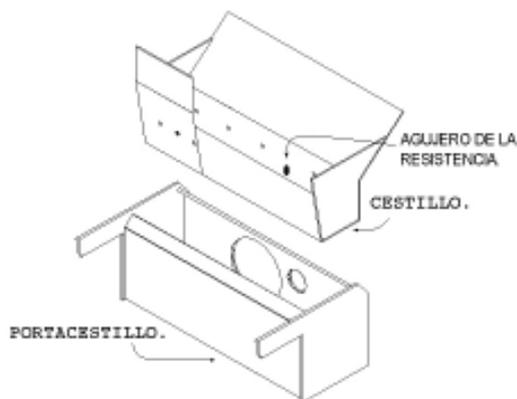

Figura 6
- ✓ El cestillo se ha colocado al revés, colocar según la figura 6.